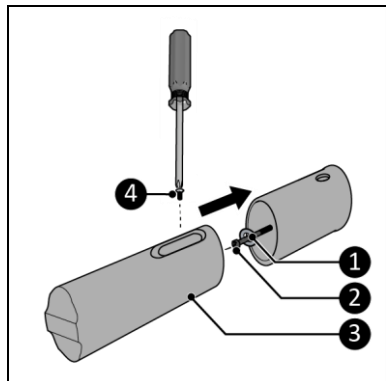

Figure 9
7. Vissez les quatre supports muraux extérieurs avec des vis autotaraudeuses (figure 9, pos. 2) et des bagues d'écartement (figure 9, pos. 1) dans les quatre chevilles.
9. Fixez les quatre supports muraux intérieurs (figure 9, pos. 3) aux supports muraux extérieurs à l'aide de petites vis (figure 9, pos. 4) et d'un tournevis cruciforme.